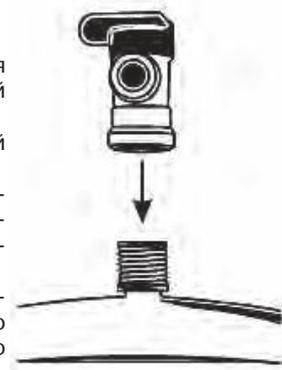

Рис. 11
2. Подсоедините шаровый кран бака к вершине накопительного бака (см. **рис. 11**). Во избежание повреждения крана не прилагайте больших усилий при его установке. Используйте гаечный или разводной ключ.